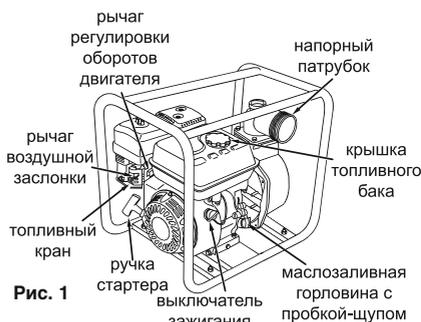
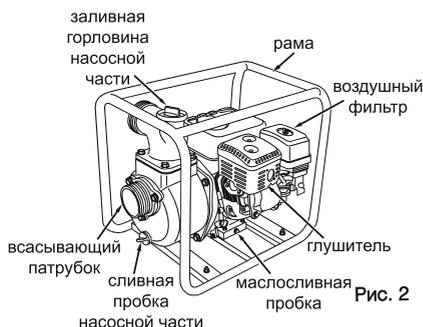

Рис. 1
Рис. 2
7.1. Насосы WP201 и WB301 (см. рис. 1 и рис. 2) состоят из следующих основных частей: рама, однопоршневой 4-х тактный бензиновый двигатель внутреннего сгорания с воздушным охлаждением, насосная часть. Рабочее колесо насосной части закреплено непосредственно на валу двигателя, что обеспечивает компактность и исключает потери мощности.